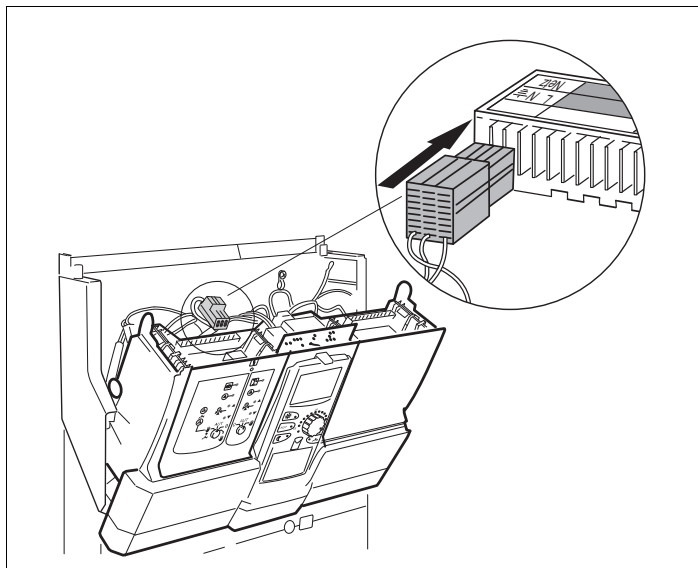

Fig. 7 Estabelecer a ligação à rede na slot 1
- Inserir a ficha de ligação do módulo de 230 V na posição prevista na barra de conectores (→ Fig. 7).
- Retirar a ficha de ligação do módulo de 230 V (→ Fig. 7, página 16) e todos os cabos de ligação do módulo ZM424 e fixar na posição de imobilização.